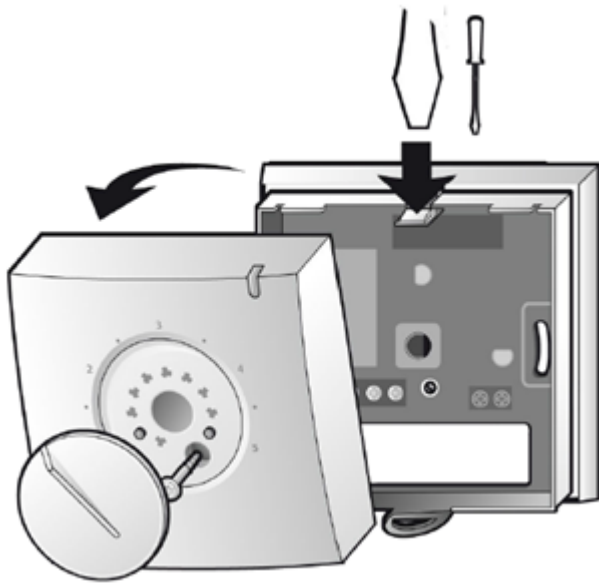

Рис. 3. Снятие передней панели терморегулятора.
2. Для установки терморегулятора DEVIreg™ 132 нужно снять его переднюю панель. Для этого при помощи тонкой плоской отвертки осторожно снимите с оси переменного резистора ручку управления, потянув её к себе. Выверните расположенной под ручкой винт крепления передней панели, а затем при помощи плоской отвертки отожмите защелку в верхней части передней панели и откиньте панель на себя, как показано на Рис. 3.
легко вращается от одного крайнего положения до другого (Рис.3).